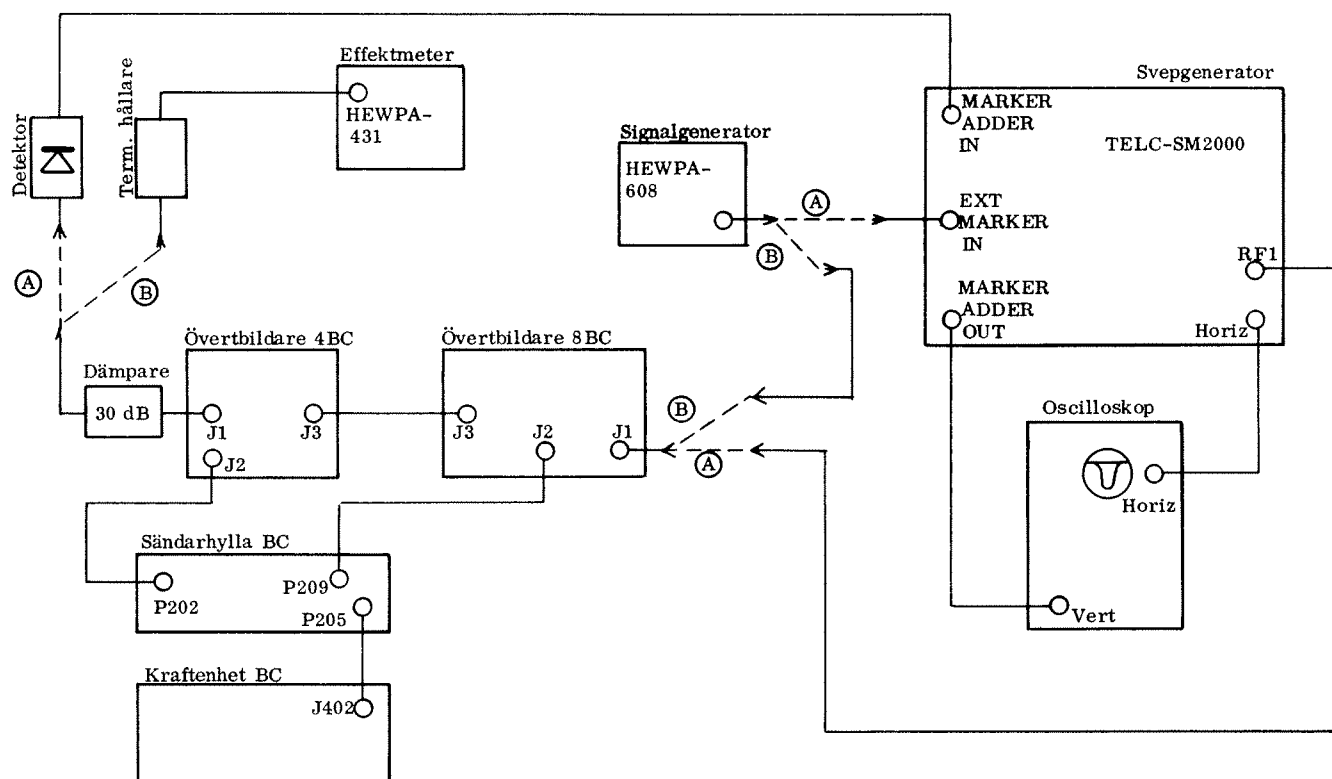

Bild 7
- 4.3.2.1 Koppla upp enligt alternativ (A) på bild 7.
- 4.3.2.5 Koppla upp enligt alternativ (B) på bild 7.
- 4.3.5.1 Koppla upp enligt alternativ (A) på bild 7.